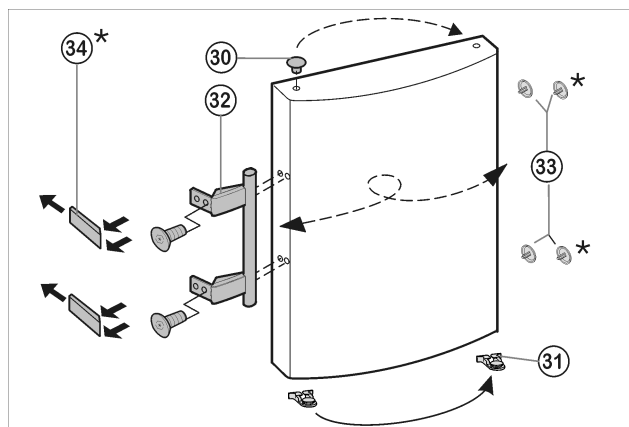

Fig. 7
- ▶ Витягніть пробки Fig. 7 (33) із втулок на дверцятах і переставте їх.
- ▶ Зніміть ручку дверцят Fig. 7 (32), пробки Fig. 7 (33) та пластини* Fig. 7 (34) і переставте на протилежний бік.